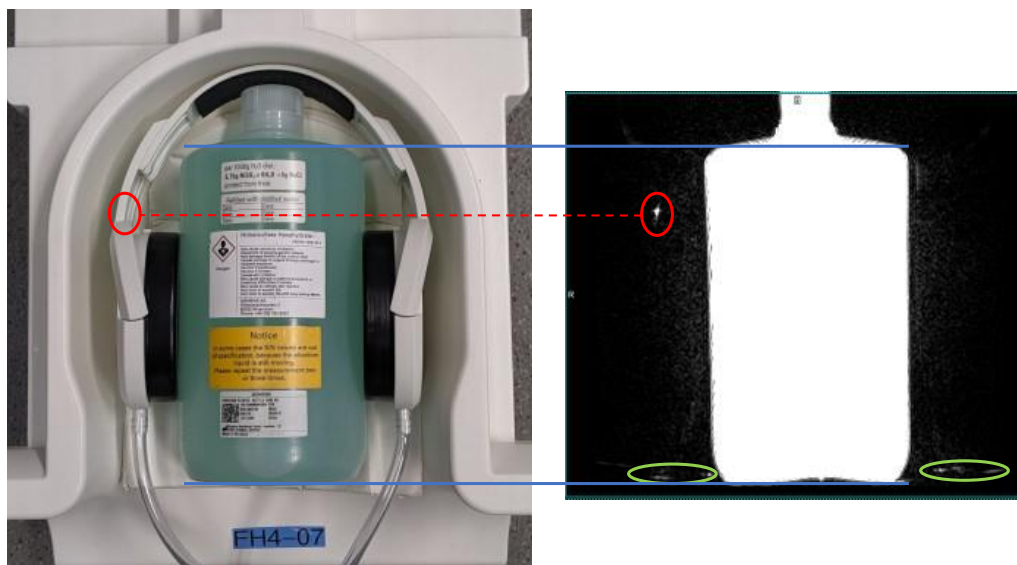

Figura 2
- Posizionare i fantocchi bottiglia e le cuffie come illustrato nella *Figura 2* sotto.